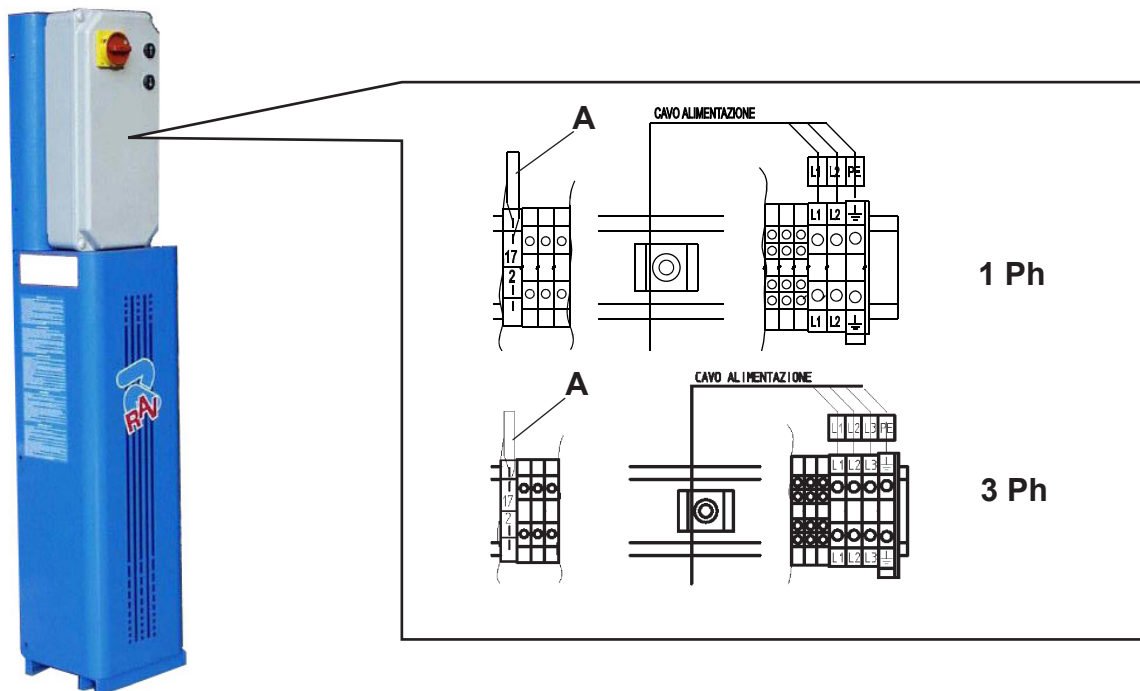

Fig. 10
Passare il cavo di alimentazione attraverso il foro sul fondo della cassetta, bloccarlo assieme agli altri cavi e collegare i fili alla morsetteria (vedi schema elettrico e Fig. 10) rispettando la corrispondenza numerica. Inserire il cavetto A nel morsetto, in questo modo è escluso il pressostato.
Reeve the power cable into the hole at the bottom of box. Clamp it to the terminal box together with other cables and wires (see wiring diagram and Fig. 10). Comply with numeric correspondence. Connect cable (A) in clamp to disable pressure switch. Switch on the power supply; turn the main switch to position 1; press the rise button and check that the motor turns as indicated by the arrow on the motor cover (anti-clockwise): otherwise, invert two phases in the power cable.
Das Versorgungskabel durch die Bohrung am Kastenboden führen und mit den anderen Kabeln feststellen. Die Drähte unter Berücksichtigung der numerischen Übereinstimmung an das Klemmenbrett legen (siehe Schaltplan und Abb. 10). Dabei das Übereinstimmen der Nummern berücksichtigen. Die Litze (A) in die Klemme einfügen, dadurch wird der Druckschalter ausgeschlossen. Die Versorgungslinie unter Strom setzen. Den Hauptschalter auf "1" setzen. Die Taste "Heben" betätigen und sicherstellen, dass die Drehrichtung des Motors derjenigen des Pfeils auf der Motorkappe entspricht (gegen den Uhrzeigersinn). Sollte dies nicht zutreffen, zwei Phasen im Versorgungskabel umpolen. Die elektrische Anlage ist auf die auf dem Seriennummernschild angegebene Spannung ausgelegt.
Passer le câble d'alimentation à travers le trou sur le fond de la casse, le bloquer avec les autres câbles et relier les fils au bornier (voir schéma électrique et Fig. 10) tout en respectant la correspondance numérique. Introduire le câble (A) dans le borne pour désactiver le pressostat.
Pasar el cable de alimentación a través del agujero en el fondo de la caja y sujetarlo a los otros cables. Conectar los cables al tablero de bornes (véase diagrama eléctrico y Fig. 10) respetando los números indicados. Introducir el cable (A) en el borne para deshabilitar el presostato. Poner en tensión la línea de alimentación; llevar el interruptor general a la posición 1; presione el pulsador de subida y controlar que el sentido de rotación del motor sea el indicado por la flecha que se encuentra en la cubierta del mismo (sentido contrario a las agujas del reloj): si esto no se confirma, invertir dos fases en el cable de alimentación. La instalación eléctrica está preajustada para una tensión correspondiente a la indicada sobre la placa de la matrícula.